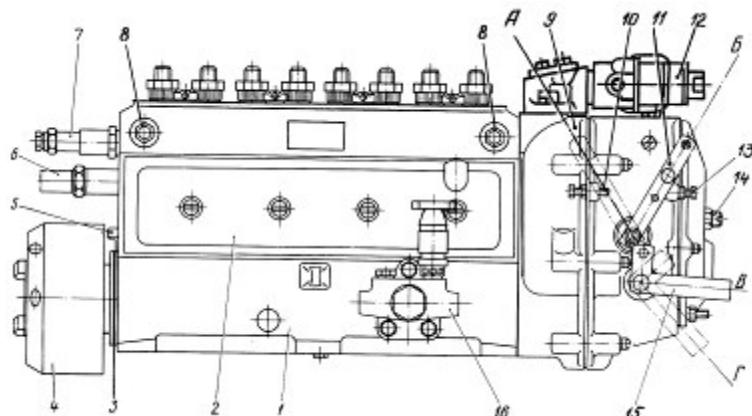
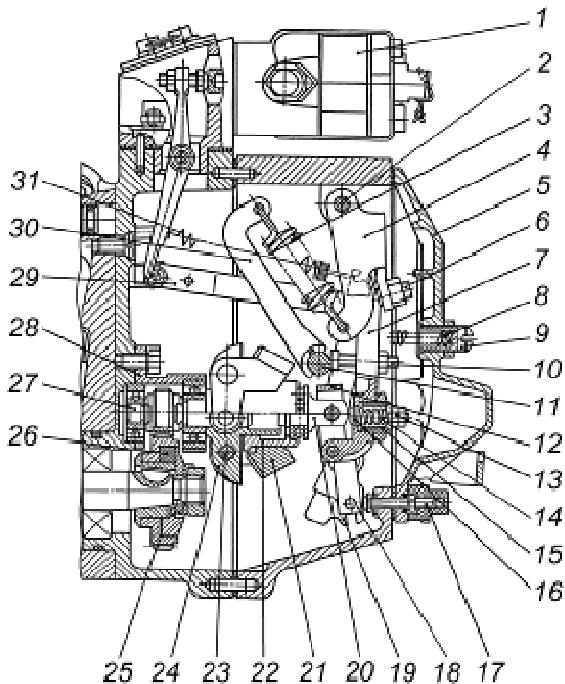

Рис. 24. Топливный насос высокого давления моделей 806 и 807:
Рис. 26. Регулятор частоты вращения:
Топливный насос в сборе показан на рис. 24. С топливным насосом высокого давления в одном агрегате объединены регулятор частоты вращения 5, топливоподкачивающий насос 9 и муфта опережения впрыска топлива 4.
Связь секций с регулятором частоты вращения насоса осуществляется через рейку. Рейка топливного насоса перемещается в направляющих втулках, запрессованных в корпус насоса. Выступающий из насоса конец рейки закрыт колпачком брейки топливного насоса (рис. 24).
Регулятор частоты вращения 9 (рис. 24) - механический всережимный прямого действия с повышающей передачей на привод грузов, с устройствами для корректирования подачи топлива и предназначен для поддержания заданного водителем скоростного режима работы двигателя путем автоматического изменения количества подаваемого топлива в зависимости от изменения нагрузки на двигатель. Кроме этого, регулятор ограничивает максимальную частоту вращения двигателя и обеспечивает работу двигателя в необходимом режиме. Регулятор имеет устройство для выключения подачи топлива в любой момент независимо от режима работы двигателя. Автоматически поддерживая скоростной режим при изменяющихся нагрузках, регулятор обеспечивает экономичную работу двигателя.
Устройство регулятора частоты вращения показано на рис. 26.
Подача топлива полностью выключается механизмом останова, состоящим из кулисы 19, скобы останова 15 (рис. 24) и возвратной пружины, расположенной за скобой останова под крышкой.
Кулиса со скобой останова соединяется пружиной, расположенной внутри кулисы и предохраняющей механизм регулятора от чрезмерных усилий при выключении подачи топлива. Во время работы двигателя кулиса прижата усилием возвратной пружины к регулировочному винту 17 (рис. 26).
Корректор подачи топлива по наддуву 12 (рис. 24) закреплен сверху на корпусе регулятора топливного насоса.
1. Минимальная частота вращения холостого хода регулируется болтом ограничения минимальной частоты вращения 13 (рис. 24) и корпусом буферной пружины 9 (рис. 26).
2. Максимальная частота вращения холостого хода (начала выброса рейки) регулируется болтом ограничения максимальной частоты вращения 10 (рис. 24).
3. Номинальная мощность (подача) регулируется регулировочным болтом 10 (рис. 26), подрегулировка мощности производится винтом подрегулировки мощности 17.
4. Предварительное натяжение пружины (разность оборотов конца и начала выброса рейки) регулируется винтом регулировочным 6 (рис. 26).
5. Мощность (подача) при максимальном крутящем моменте регулируется корректором 13 (рис. 26).
Муфта опережения впрыскивания топлива 4 (рис. 24) предназначена для изменения момента начала подачи топлива в зависимости от частоты вращения коленчатого вала двигателя.